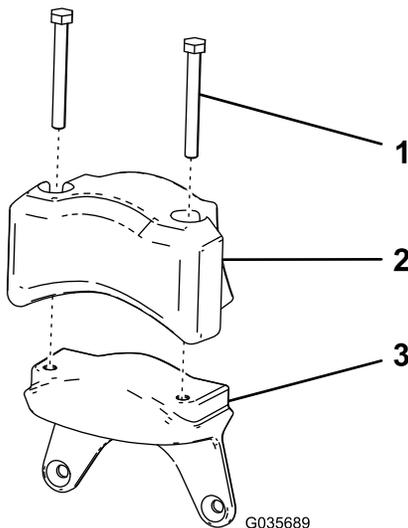

Bild 8
1. Befestigen Sie das elektrische Gegengewicht und die beiden Sechskantschrauben (5/16" x 2¾"), die Sie im Schritt Entfernen des elektromotorbetriebenen Gegengewichts \(Seite 3\) entfernt haben, am neuen Gewicht (Bild 8).